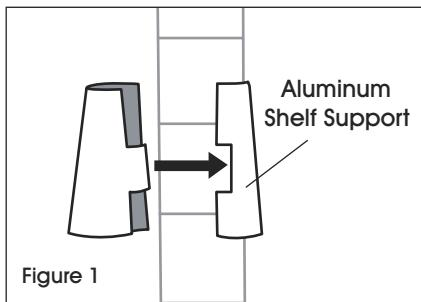

Figure 1
1. Start with the lowest shelf. Snap the interlocking pieces of an aluminum shelf support (wide end down) around the post at the lowest groove where shelf is to be located. Slide the support up or down until it snaps onto the groove. Add an aluminum shelf support to the same place on the remaining posts. (See Figure 1)
1. Commencez par la tablette la plus basse. Enclenchez les pièces emboîtables d'un support de tablette en aluminium (extrémité la plus large vers le bas) autour du montant, au niveau de la rainure la plus basse où la tablette doit être installée. Faites glisser le support vers le haut ou vers le bas jusqu'à ce qu'il s'enclenche sur la rainure. Ajoutez un support de tablette en aluminium au même emplacement sur les montants restants. (Voir Figure 1)